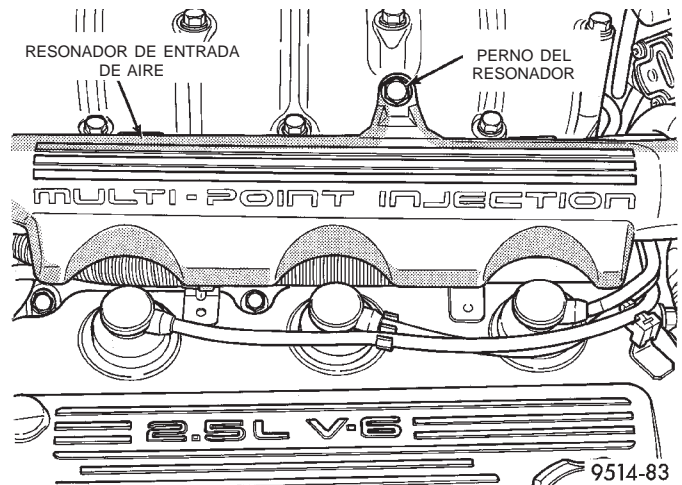

Fig. 31 Resonador de entrada de aire
(4) Retire el perno que sujeta el resonador de entrada de aire a la cámara impelente de admisión (Fig. 31).